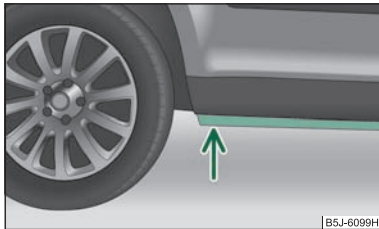

Abb. 132 Gewässer durchqueren
- Vor einer Wasserdurchfahrt die Wassertiefe feststellen. Das Wasser darf maximal bis zum Steg am Unterholm des Fahrzeugs reichen ⇒ Abb. 132.